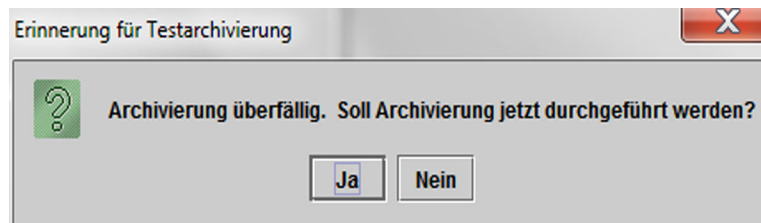
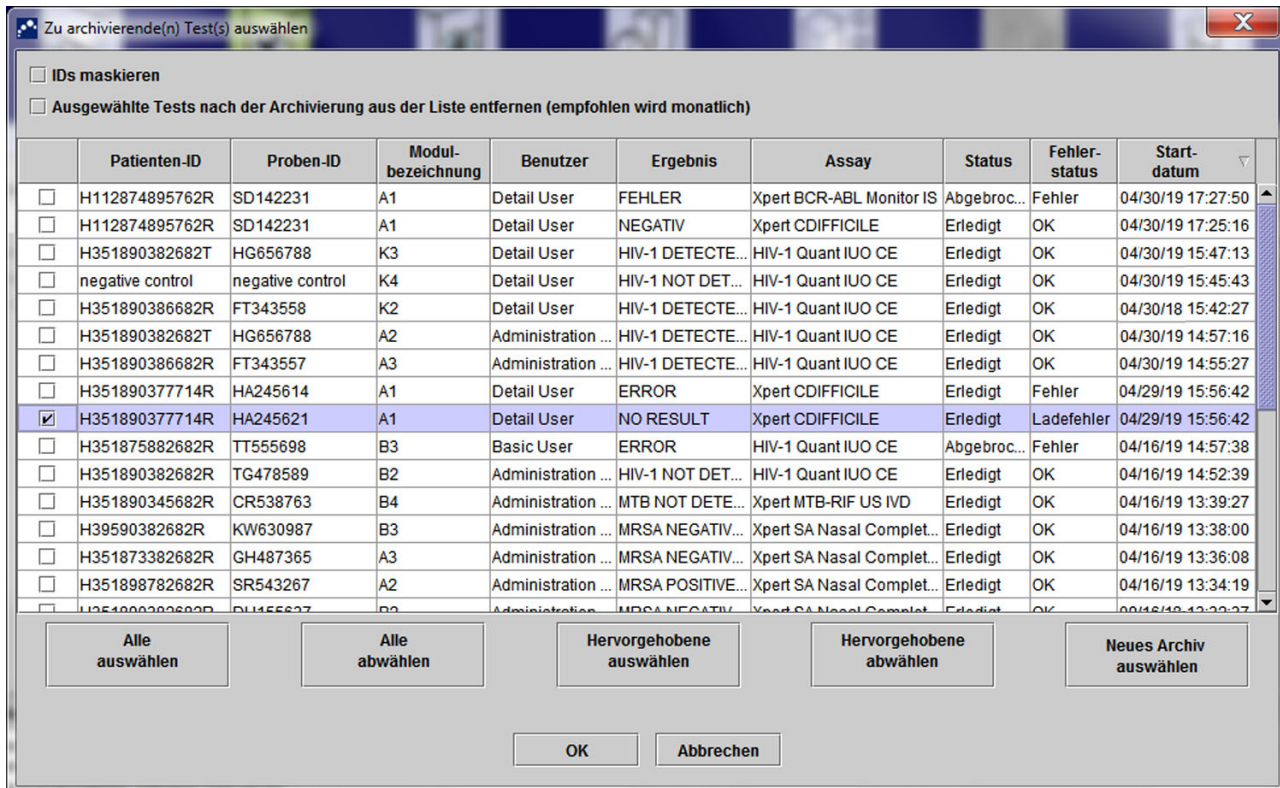

Abbildung 2-97. Dialogfeld „Erinnerung für Testarchivierung“
Abbildung 2-98. Fenster „Zu archivierende(n) Test(s) auswählen“
Wenn kein Archivierungsvorgang überfällig ist oder die Archiveinstellung in Abbildung 2-79 **nicht** ausgewählt wurde, wird Abbildung 2-97 nicht angezeigt. Sie können dann direkt mit Abschnitt 2.17.1.2 fortfahren.
Wenn ein Archivierungsvorgang überfällig ist, wird das Dialogfeld „Erinnerung für Testarchivierung“ angezeigt (vgl. Abbildung 2-97).
- Wenn Sie nicht archivieren möchten, klicken Sie im Dialogfeld „Erinnerung für Testarchivierung“ auf **Nein** (vgl. Abbildung 2-97). Setzen Sie den Abschaltvorgang ohne Archivieren wie in Abschnitt 2.17.1.2 fort.
- Wenn Sie archivieren möchten, klicken Sie im Dialogfeld „Erinnerung für Testarchivierung“ auf **Ja** (vgl. Abbildung 2-97), um den Abschaltvorgang mit Archivieren fortzusetzen. Daraufhin wird das Dialogfeld „Zu archivierende(n) Test(s) auswählen“ angezeigt. Siehe Abbildung 2-98.